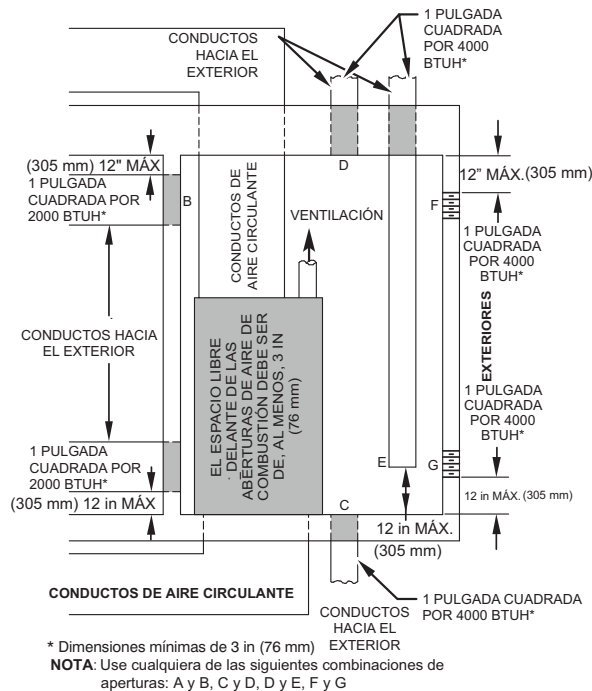

Fig. 6: Aire para combustión, ventilación y dilución en exteriores
2. La Fig. 6 ilustra la forma de crear DOS ABERTURAS AL EXTERIOR, una de admisión y otra de escape del aire de combustión y ventilación hacia el exterior.
- b. Siga las indicaciones de la Fig. 6 y la Tabla 4 para el tamaño de las aberturas y los conductos.
- c. DOS CONDUCTOS HORIZONTALES requieren 1 in² (645 mm²) de área libre por cada 2,000 BTU_h (1,100 mm²/kW) de entrada combinada para todos los dispositivos de gas situados en dicho espacio, según la Fig. 6 y la Tabla 4.
- d. DOS CONDUCTOS O APERTURAS VERTICALES requieren 1 in² (645 mm²) de área libre por cada 4,000 BTU_h (550 mm²) de entrada combinada para todos los dispositivos de gas situados en dicho espacio, según la Fig. 6 y la Tabla 4.
- 1 in² (645 mm²) de área libre por cada 3,000 BTU/h (734 mm²/kW) de entrada combinada para todos los electrodomésticos de gas situados en dicho espacio, según la Fig. 6 y la Tabla 4.